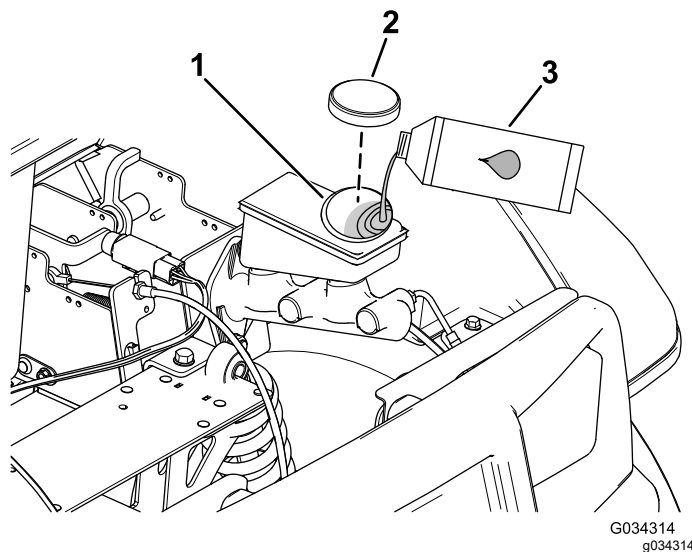

图 50
2. 抬起机罩可接触到主刹车油缸和油箱 图 50。
A. 清洁油箱盖附近的区域并取下油箱盖 图 50。
C. 安装油箱盖 图 50。